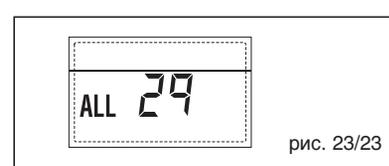

рис. 23/23
– НЕПОЛАДКА ДАТЧИКА ВОЗВРАТА НА ОТОПЛЕНИЕ “ТРЕВ. 30” (рис. 23/24)